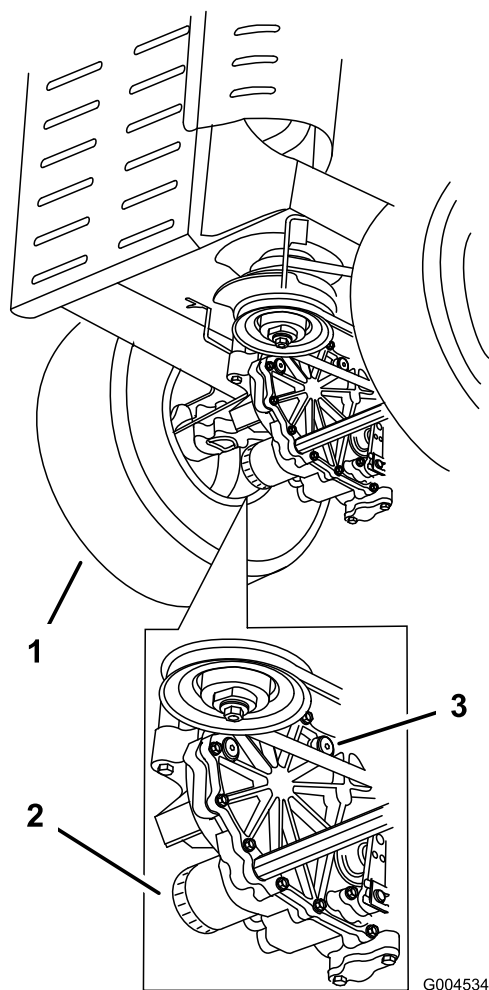

Figura 52
4. Pulite attentamente l'area attorno ai filtri. E' importante che nell'impianto idraulico non entri nessuna sporcizia o sostanza contaminante (Figura 52).
5. Svitare i filtri e lasciate defluire l'olio dal sistema di trasmissione (Figura 52).